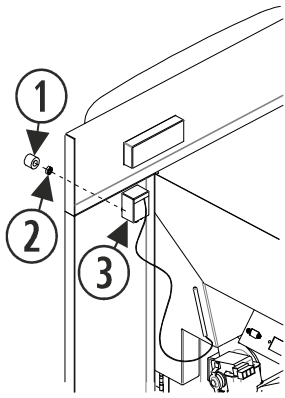
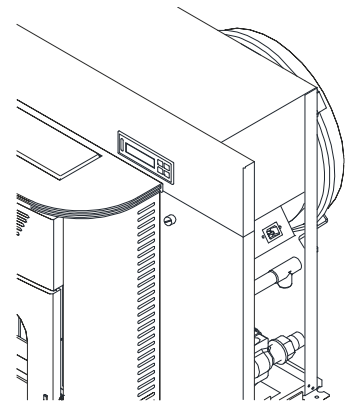

Figura 14
Figura 15
Si la caldera que tenemos es del modelo Hidrocopper encastrable, debemos fijar el termostato de seguridad a los paneles del encastre. Éstos, ya disponen de un agujero, a través del cual insertamos el termostato (③) según la *figura 14*, lo fijamos al encastre con una tuerca (②) y finalmente enroscamos el tapón (①). El resultado final se muestra en la *figura 15*.